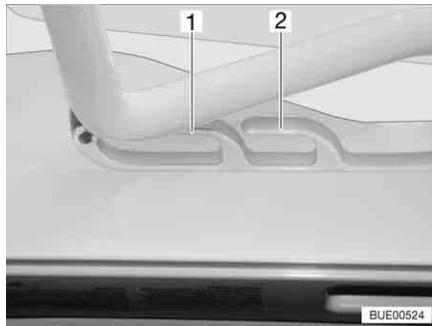
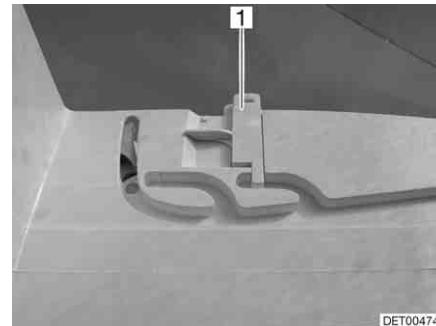

Fig. 34 Oblò Heki in posizione di ricircolo d'aria
Fig. 35 Bloccaggio della posizione di ricircolo d'aria
È possibile portare l'oblò Heki in due posizioni di ricircolo d'aria: Posizione brutto tempo (Fig. 34,1) e posizione centrale (Fig. 34,2). A seconda del modello è possibile bloccare l'oblò nella posizione centrale con il chiavistello (Fig. 35,1).
- Premere la staffa leggermente verso l'alto, spingerla nella guida selezionata (Fig. 34,1 o 2) ed eventualmente bloccarla.